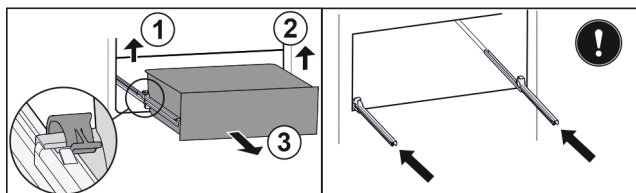

Fig. 98
- ▶ Podnieść lewy zacisk i wysunąć jednocześnie szufladę po lewej do przodu. Fig. 98 (1)
- ▶ Podnieść prawy zacisk i wysunąć jednocześnie szufladę po prawej do przodu. Fig. 98 (2)
- ▶ Wyjąć szufladę do przodu. Fig. 98 (3)